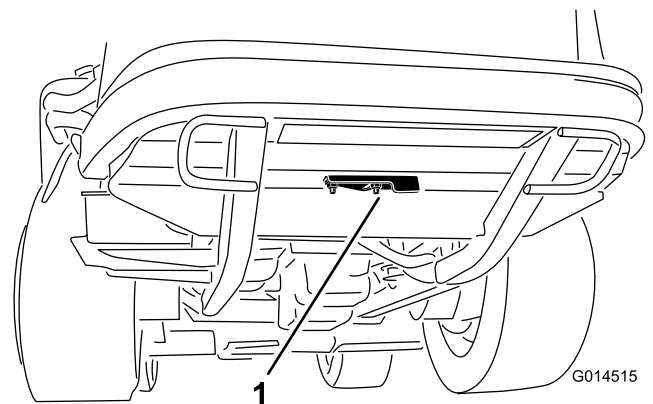

Figura 42
2. Allentate il dado flangiato che fissa il coperchio dell'accesso per la pulizia sotto il telaio posteriore (Figura 42). Ruotate il coperchio di lato per aprire l'accesso per la pulizia nel telaio.